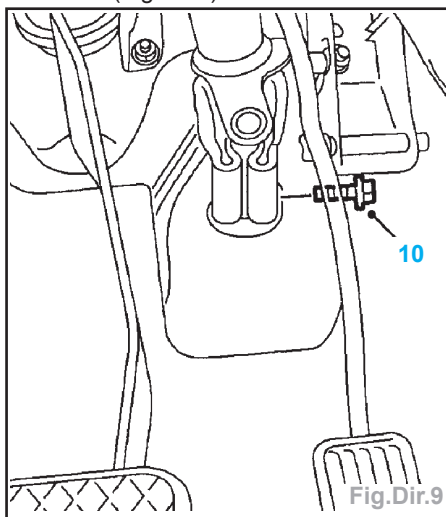

Fig.Dir.9
- Enlever le boulon (10) de la bride entre la colonne et la crémaillère et dégager la colonne (Fig.Dir.9).